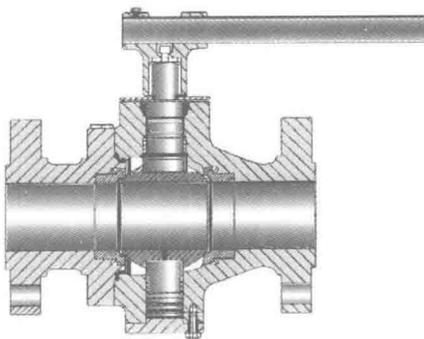

图 1-5 球阀
(3) 球阀（图 1-5） 它是由旋塞阀演变而来。它具有相同的启闭动作，不同的是阀芯旋转体不是塞子而是球体。当球旋转 90°时，在进、出口处应全部呈现球面，从而截断流动。